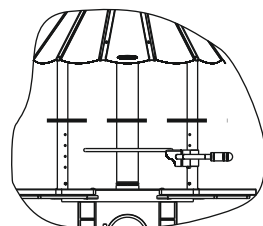

Рисунок 13
*Внимание! Следите за тем, чтобы высота пламени не превышала середины высоты опорных стоек дымового купола, см. рисунок 13.*